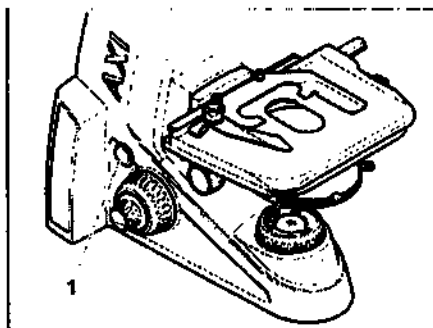

Рисунок 3-30. Сетевой выключатель в левой части микроскопа
- Включите/выключите микроскоп (рисунок 3-30/1) с помощью сетевого выключателя.